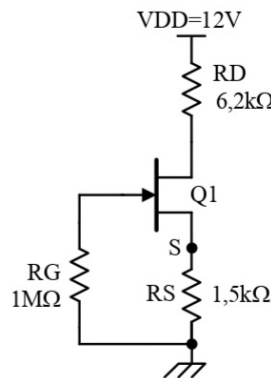

Figura 4.1: Polarización del JFET canal n.
1. Determine el punto estático de operación para el circuito de la Figura 4.1. Para el valor de  $I_{DSS}$  y  $V_p$ , deben obtenerlo del manual del fabricante según el transistor a utilizar.
1. Para el circuito de la Figura 4.1, mida la tensión en el Drenador ( $V_D$ ), tensión en la Puerta ( $V_G$ ) y la tensión en el Surtidor ( $V_S$ ). Determine el punto estático de operación: la tensión Drenador-Surtidor ( $V_{DS}$ ) haciendo  $V_D - V_S$  de los valores medidos y la corriente de Drenador ( $I_D$ ) de manera indirecta haciendo  $(V_{DD} - V_D)/R_D$ ; para  $R_D$  emplear su valor nominal.